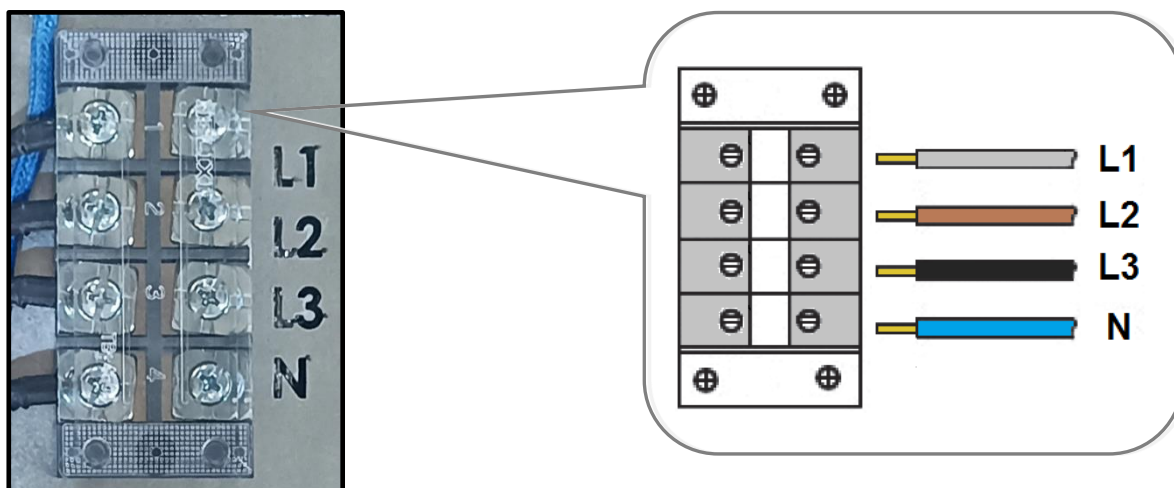

Рис. 10 Трёхфазное подключение
- Подключите все жилы кабеля к контактным выводам (клеммной колодке) электрокотла (См. Рис. 10 и Рис. 11).